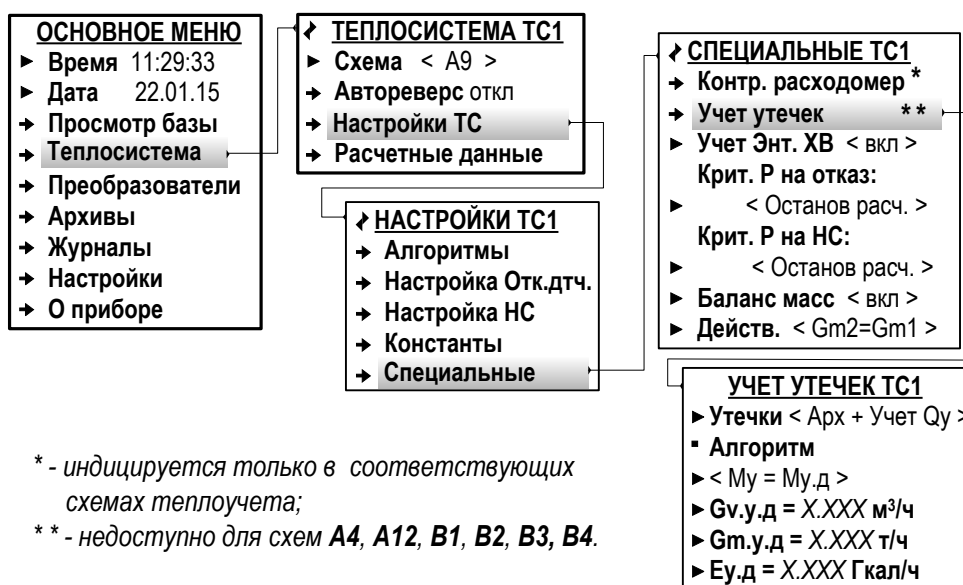

Рис.21. Вид меню «Учет утечек» (режим СЕРВИС).
7.4.8.1. В ТВ учет утечек не предусмотрен для схем теплоучета **A4, A12, B1, B2, B3, B4**. Для остальных схем теплоучета включение функции учета утечек выполняется в меню **Теплосистема / Настройки ТС / Специальные / Учет утечек** (рис.21).
7.4.8.6. Отключение функции учета утечек выполняется в меню **Теплосистема / Настройки ТС / Специальные / Учет утечек** (рис.21) после установки значения **Откл** для параметра **Утечки**.
7.4.9.1. В тепловычислителе предусмотрена функция **Баланс масс** в системе отопления (для закрытых схем теплоучета), позволяющая пересчитывать значения массового расхода в подающих (**Gm1, Gm3**) и обратных (**Gm2, Gm4**) трубопроводах контролируемых теплосистем. Включение функции происходит после установки значения **вкл** для параметра **Баланс масс** в подменю **Теплосистема / Настройки ТС / Специальные** (рис.21).